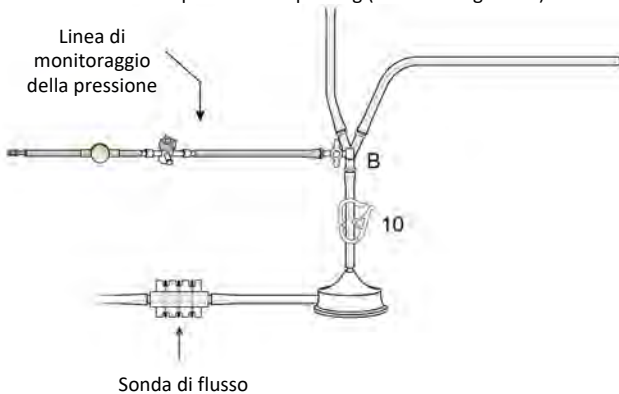

Figura 20
- (a) Collegare la linea di monitoraggio della pressione prima della pompa (per misurare la pressione negativa [aspirazione della pompa]) al rubinetto "B" e procedere al priming (vedere la Figura 20).